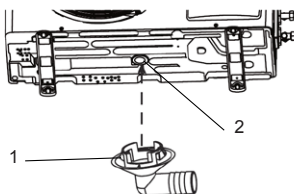

fig. 9 -
1. Fissare il raccordo (part 1 - "fig. 9 -"), in dotazione, nell'apposito foro (part 2 - "fig. 9 -") sul basamento dell'unità esterna. Il fissaggio avviene inserendo la parte sagomata del raccordo nel foro.